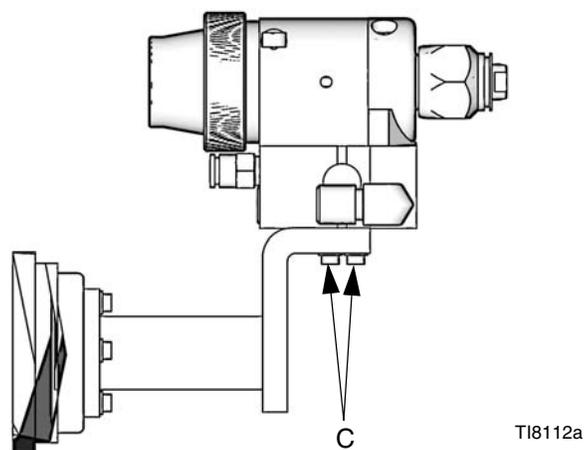

FIG. 4 : Montage du support fixe
Pour monter le pistolet sur un support fixe (se reporter à FIG. 4 et **Disposition des trous de fixation**, page 28) :
3. Installer une vanne d'arrêt d'air de type purgeur sur la tuyauterie d'alimentation d'air du cylindre, en aval du régulateur d'air, pour couper l'arrivée d'air au cylindre. Brancher la tuyauterie d'alimentation d'air sur l'entrée d'air du cylindre du pistolet (C). Voir Fig. 4.
4. Pour pulvériser de la peinture, monter un filtre en ligne, réf. no. 210500, sur l'entrée produit du pistolet (F), afin d'éviter de boucher la buse de pulvérisation avec des particules de produit. Voir Fig. 4.
5. Brancher le flexible produit électroconducteur sur l'entrée produit du pistolet (F) ou sur le filtre en ligne en option.